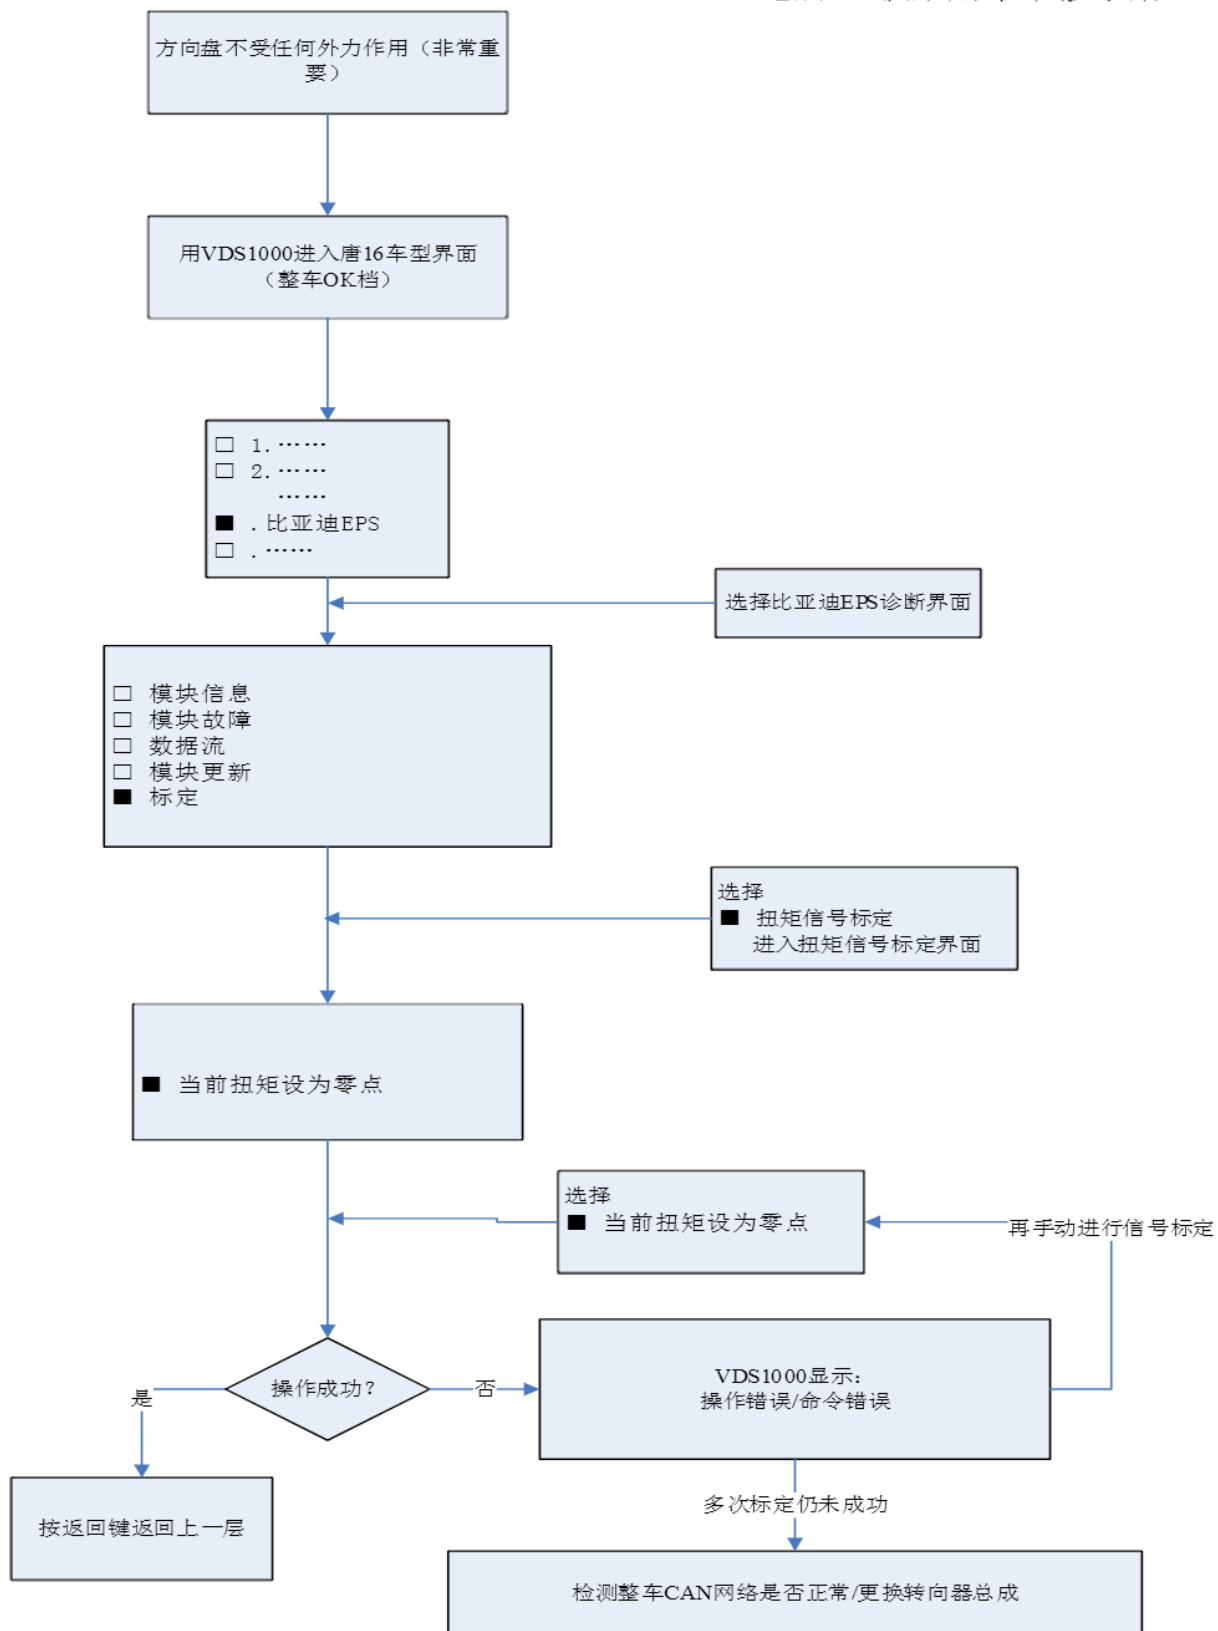

图3-2、扭矩信号标定流程
(2) 本车电动助力转向系统带有主动回正控制功能及遥控驾驶功能，转向系统（齿轮齿条式电动助力转向器总成等）经过拆换后，需重新进行车辆四轮定位，并标定扭矩信号和转角信号。标定扭矩、转角以后，车辆重新上ON档电源清除残留故障码（标定和清除故障码流程如图3-2、3-3、3-4所示）。